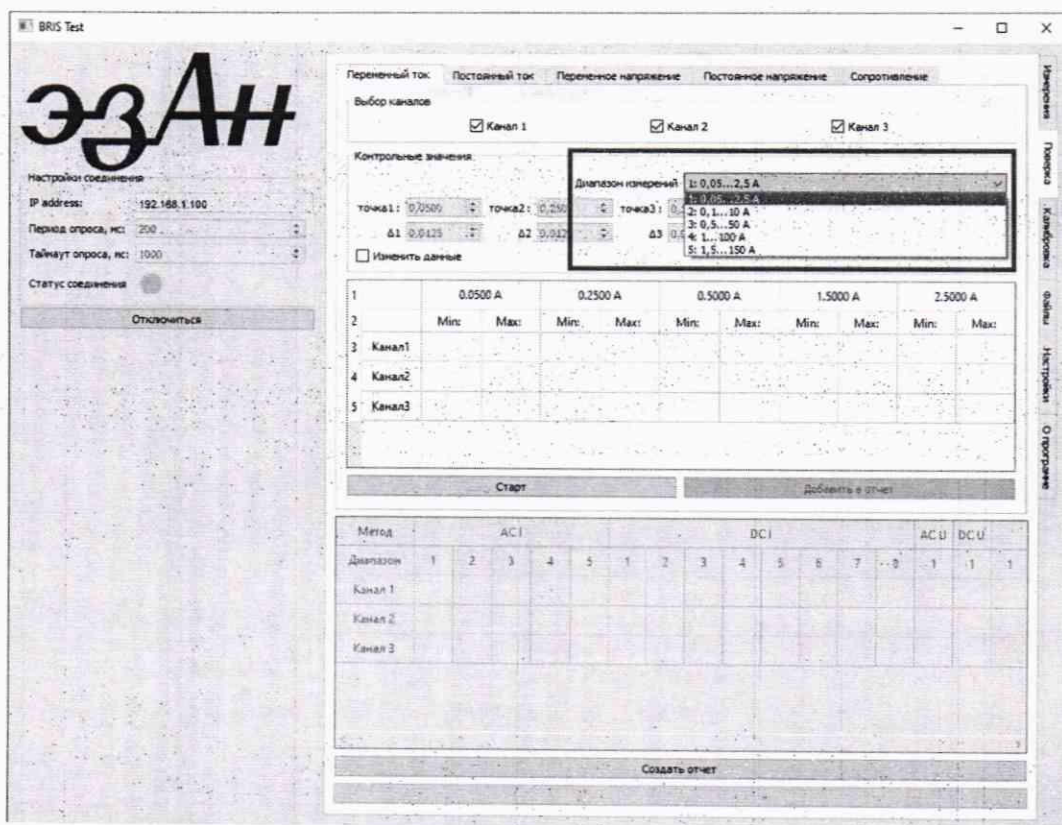
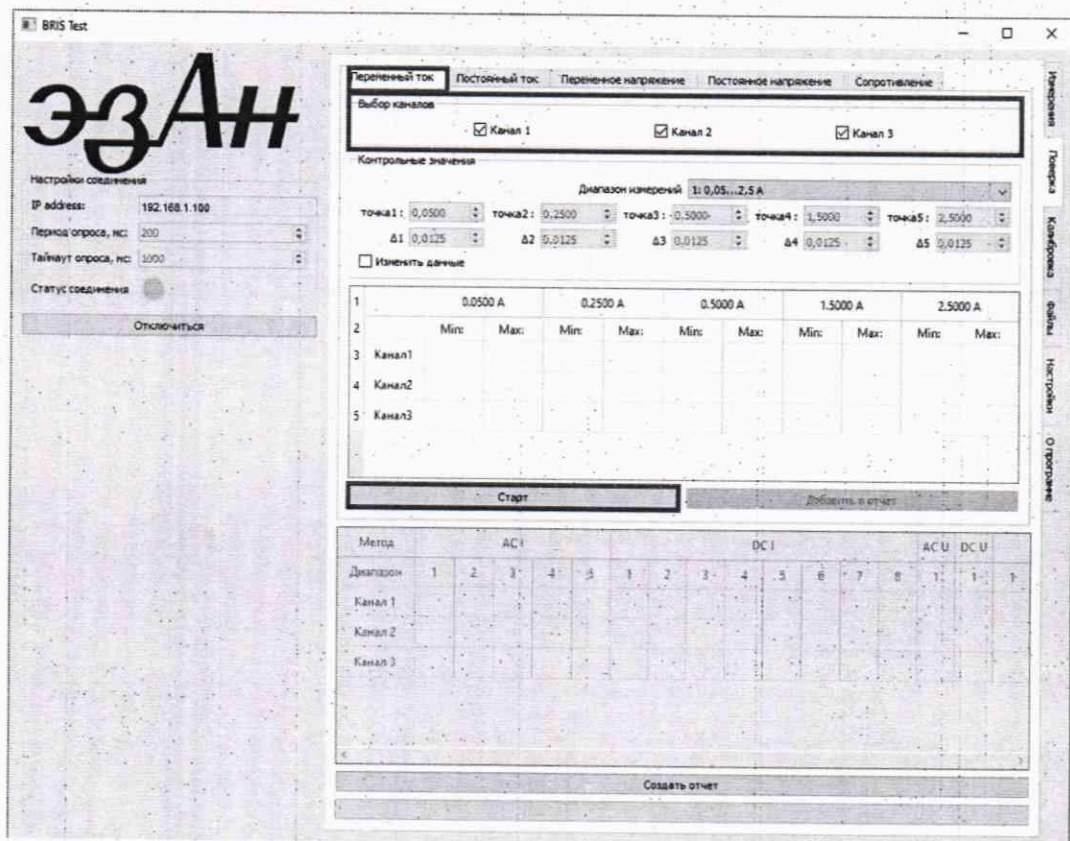

Рисунок 9
Рисунок 10
- Выбрать первый диапазон измерений, рисунок 9, затем выбрать галочками все каналы Блока и нажать кнопку «Старт», рисунок 10.
- Следуя инструкциям, указанным в окне поверки, выполнить поверку каналов блока в первом диапазоне измерений. Значения тока, согласно таблицам 14 – 18, подавать от калибратора А3 (в соответствии с руководством по эксплуатации калибратора). Допускаемые показания прибора рассчитаны по формуле (1).